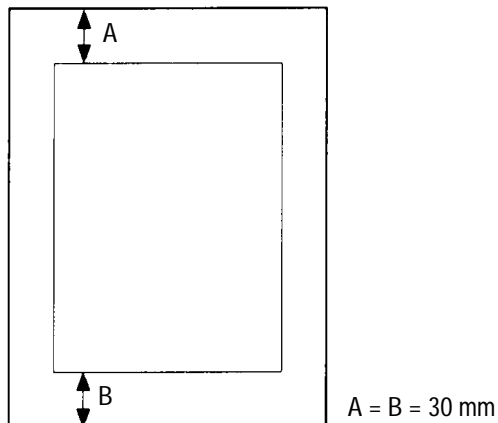

Abb. 5 - 137
- 1) Das in Abb. 5 - 137 gezeigte A4-Testblatt vorbereiten.